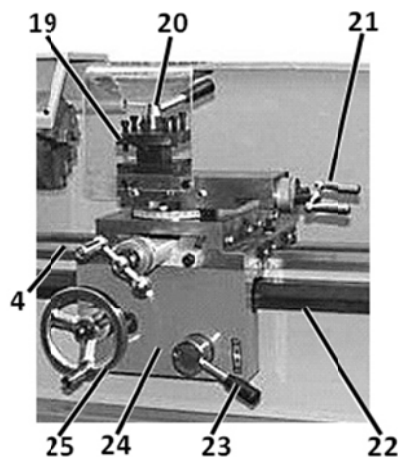
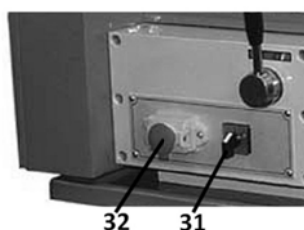

Рисунок 3
Рисунок 5
Фартук 24 (рисунок 3) установлен на каретке. Для включения автоматической или ручной подачи от ходового винта на фартуке имеется маточная гайка, которая состоит из двух полугаек.
Включение подачи производится поворотом пусковой рукоятки 23 (рисунок 3), вследствие чего полугайки сводятся и входят в контакт с ходовым винтом. Зубчатая рейка 22 (рисунок 3) установлена на станине и обеспечивает ручное продольное перемещение суппорта, которое производится вращением маховика 25 (рисунок 3) на фартуке.
Верхние салазки установлены на поперечные салазки. Перемещение подвижной части верхних салазок производится вращением маховика 21 (рисунок 3). Для отсчета величины перемещения салазок на маховике имеется лимб.
Резцедержатель 19 (рисунок 3) расположен на подвижной части верхних салазок и обеспечивает закрепление 4-х инструментов.
Откройте крышку-кнопку 32 (рисунок 5). Включение станка производится кнопкой со знаком «I» (Включено), а отключение кнопкой со знаком «0» (Отключено) или переключателем 31 (рисунок
5) установкой его в положение «0». Станок может быть остановлен в экстренном случае нажатием на крышку-кнопку 32 (рисунок 5) когда она закрыта.
Перед включением станка переведите переключатель реверса 31 (рисунок 5) в положение «F» для вращения шпинделя против часовой стрелки (вперед), или в положение «R» для вращения шпинделя по часовой стрелке (назад). Положение «0» означает «выключено», станок не включается.
ВНИМАНИЕ! Перед подключением станка к электросети переведите переключатель реверса 31 (рисунок 5) в положение «0». Смену направления вращения переключателем 31 производите только при неподвижном шпинделе (в положении «0» переключателя реверса 31).
Вращением маховика 25 (рисунок 3), находящегося на фартуке, по часовой стрелке происходит перемещение суппорта в сторону задней бабки (вправо), при вращении маховика против часовой стрелки суппорт перемещается в сторону передней бабки (влево).
Включение механической подачи суппорта осуществляется поворотом рукоятки маточной гайки 23 (рисунок 3) вниз, для выключения - вверх. Направление механической подачи связано с направлением вращения шпинделя: при прямом вращении (против часовой стрелки, положение «F» переключателя реверса 31 (рисунок 5)) суппорт перемещается в сторону передней бабки (влево), при обратном вращении (по часовой стрелке, положение «R» переключателя реверса) суппорт перемещается в сторону задней бабки (вправо).
Перемещение верхних салазок производится вращением рукоятки маховика 21 (рисунок 3) по часовой или против часовой стрелки.
Для установки инструмента в рабочее положение резцедержатель 19 (рисунок 3) может поворачиваться вокруг оси на 360°.
Резцедержатель имеет 4 фиксированных положения для установки инструмента под углом 90° к оси вращения шпинделя, а также может быть установлен под любым углом в зависимости от условий работы. Для этого необходимо ослабить центральную зажимную рукоятку 20 (рисунок 3), повернуть резцедержатель и снова произвести зажим рукояткой.